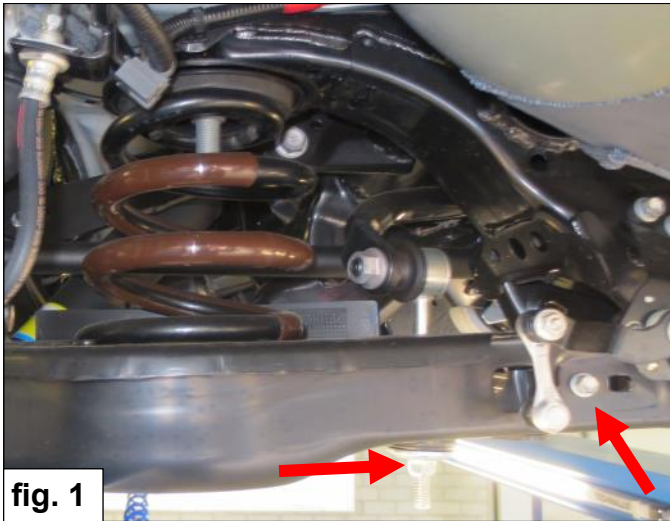

fig. 1
2. Demontera fästet mellan stabilisator staget och bärarmen och när den är närvarande sensors support på vänstra stödarmen. Se fig. 1.